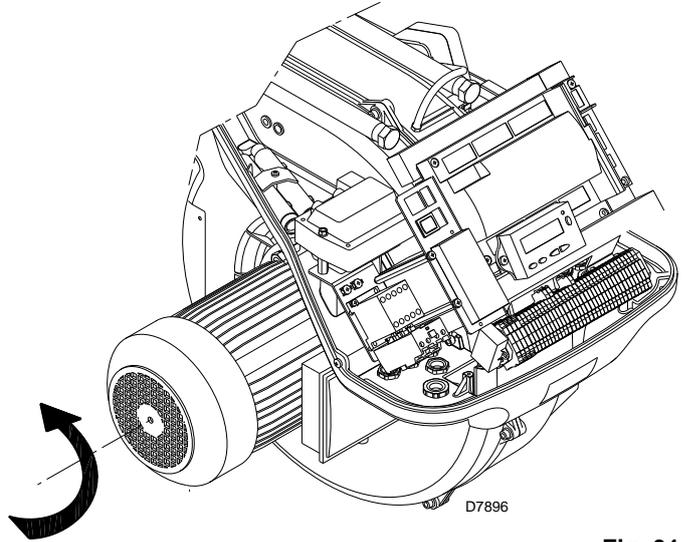

Fig. 31
Fermer les thermostats/pressostats et mettre l'interrupteur de la Fig. 31 en position "1".
Dès que le moteur démarre se positionner devant le ventilateur de refroidissement du moteur ventilateur et contrôler s'il tourne dans le sens contraire à celui des aiguilles d'une montre. Voir la Fig. 31.
- mettre l'interrupteur de la Fig. 31 sur «0» et attendre que la boîte de contrôle réalise la phase d'extinction;
Le brûleur est en état d'attente de demande de chaleur ou le sélecteur «0-1» (Fig. 31 à la page 36) est sur la position «0».